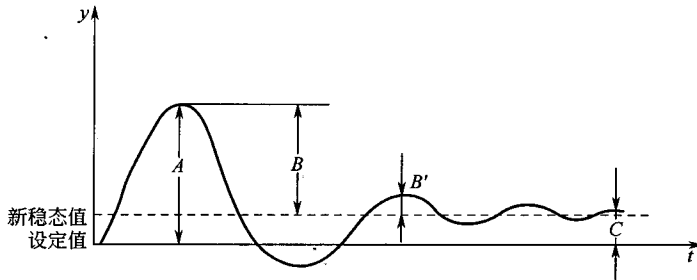

图 1-5 过渡过程品质指标示意图
**最大偏差** 是指过渡过程中被控变量偏离设定值的最大数值。图 1-5 中  $A$  表示最大偏差。最大偏差描述了被控变量偏离设定值的程度，最大偏差愈大，被控变量偏离设定值就愈远，这对于工艺条件要求较高的生产过程是十分不利的。
**衰减比** 是指过渡过程曲线上同方向第一个波的峰值与第二个波的峰值之比。图 1-5 中衰减比  $n = B : B'$ 。对于衰减振荡而言， $n$  总是大于 1 的。若  $n$  接近 1，控制系统的过渡过程曲线接近于等幅振荡过程；若  $n$  小于 1，则为发散振荡过程； $n$  越大，系统越稳定，当  $n$  趋于无穷大时，系统接近非振荡衰减过程。根据实际操作经验，通常取  $n = 4 \sim 10$  为宜。
**余差** 是指过渡过程终了时，被控变量所达到的新的稳态值与设定值之间的差值。图 1-5 中  $C$  表示余差。余差是一个重要的静态指标，它反映了控制的精确程度，一般希望它为 0 或在一预定的允许范围内。